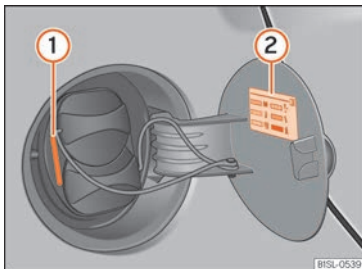
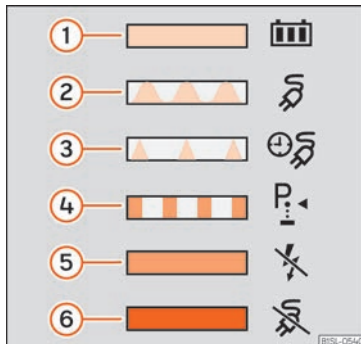

Abb. 155 Hinter der Batterieladeklappe: Ladevorgangsanzeige (1) und Aufkleber mit Informationen (2).
Abb. 156 Auf der Innenseite der Batterieladeklappe: Aufkleber mit Informationen zur Ladevorgangsanzeige.
Bei der Ladevorgangsanzeige handelt es sich um eine Leuchtdiode (LED) direkt an der Ladedose » **Abb. 155** (1), die den aktuellen Ladestatus anzeigt. Die verschiedenen Anzeigen sind auf einem Aufkleber erklärt » **Abb. 156**.
Legende des Aufklebers mit Informationen zur Ladevorgangsanzeige » **Abb. 156**: